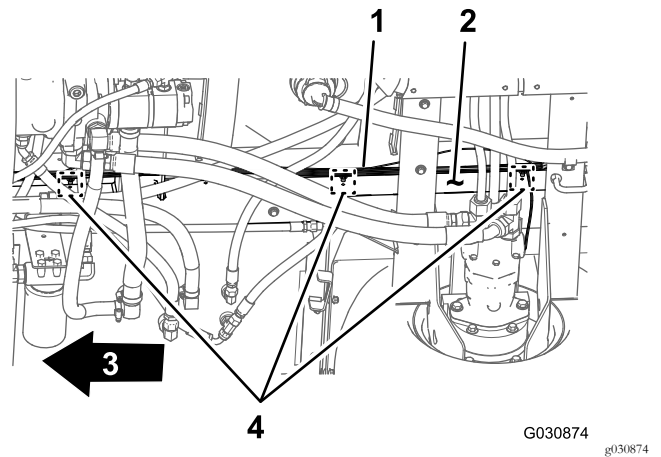

図 20
3. 後ワイヤハーネスを機体の右側フレームチューブの穴に固定している押し込み型ファスナ3個を外す 図 20。